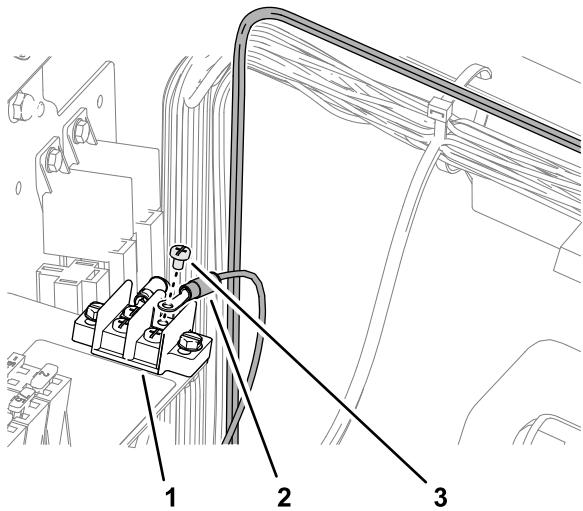

図 98
- アースブロックから端子ネジを取り外します(図98)。
- GROUNDとラベルが貼られたキットワイヤーハーネスのリング端子を、端子ネジを使ってアースブロックに取り付けます(図98)。